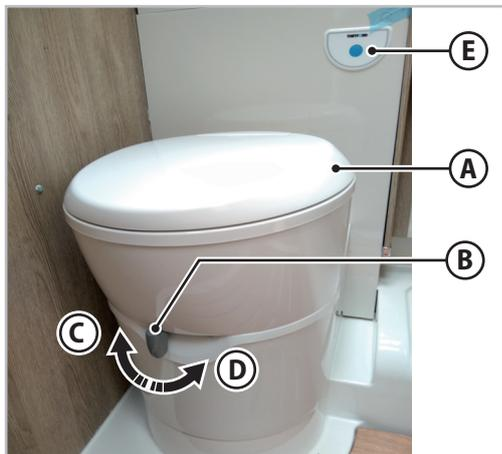

Fig.6.44 - Cómo accionar la cisterna del inodoro
La parte superior del inodoro (A - Fig.6.44) puede girar hacia la derecha o la izquierda permitiendo aprovechar el espacio de la mejor manera posible.
1. Mueva la palanca (B - Fig.6.44) a la posición (C - Fig.6.44) para abrir la tapa de vaciado.
2. Mantenga presionado el botón (E - Fig.6.44) de enjuague durante el tiempo que sea necesario.
3. Para cerrar la tapa de vaciado, mueva la palanca a la posición (D - Fig.6.44).
1. Compruebe que la tapa de descarga del inodoro esté cerrada: la palanca (B - Fig.6.44) debe estar en la posición (D - Fig.6.44).